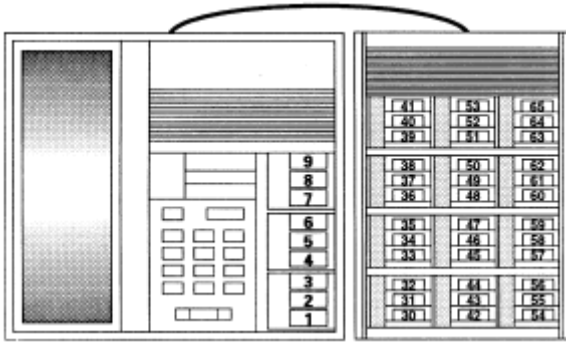
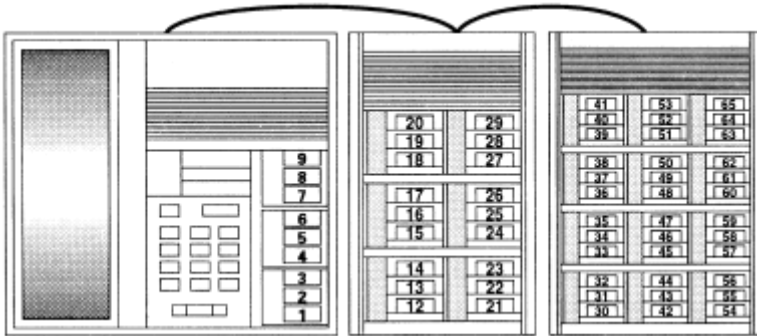

Fig. 3
Fig. 4
- 3: Sélectionnez sur le clavier du MBS le numéro qui correspond au plan de numérotation des touches illustré sur la Fig. 2, la Fig. 3 et la Fig. 4 aux pages 4 et 5.